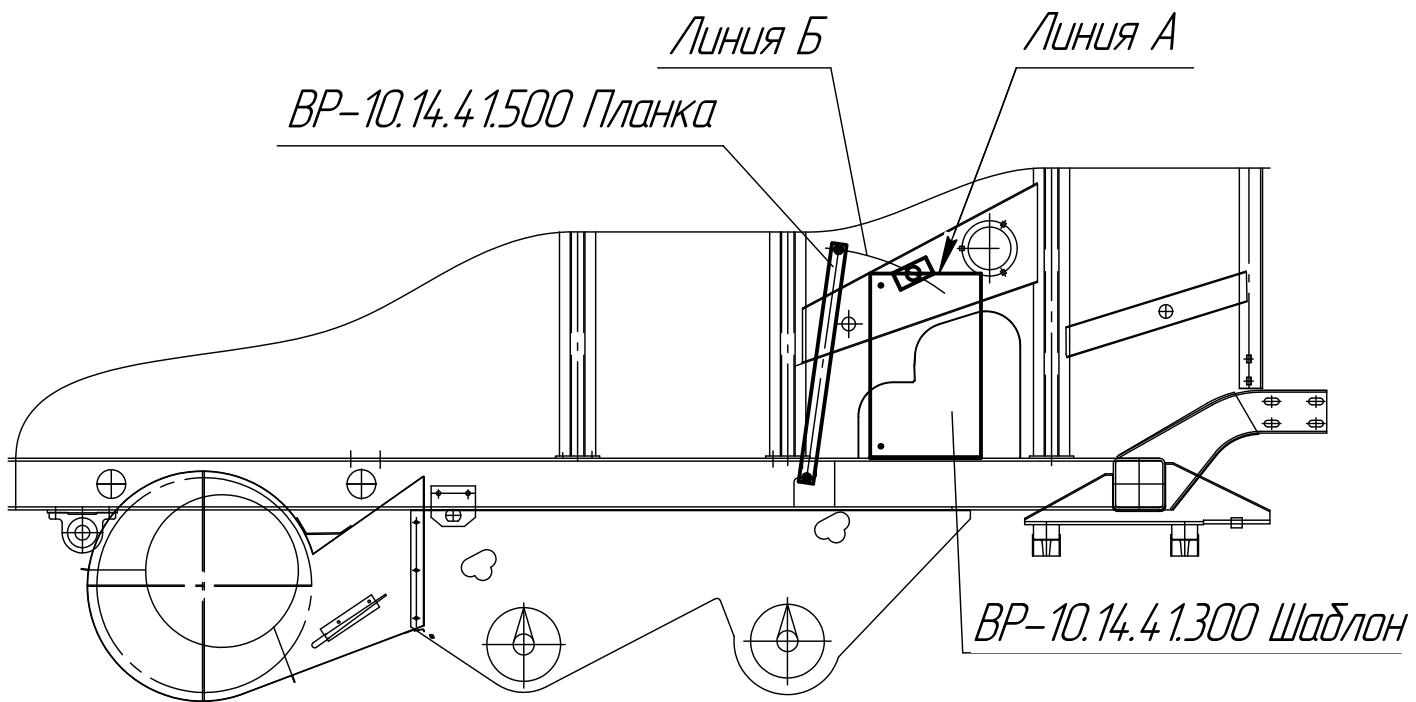

Рис.4 Разметка отверстий в панелях комбайна
- с помощью шаблона ВР-10.14.41.300 и планки ВР-10.14.41.500 конструкции ООО «Новатор-Плюс» (см. рис.4) разметить линии А и Б, и на их пересечении корончатым сверлом Ф35 мм выполнить по одному отверстию в каждой панели каркаса. Обработку производить с внутренних сторон панелей;